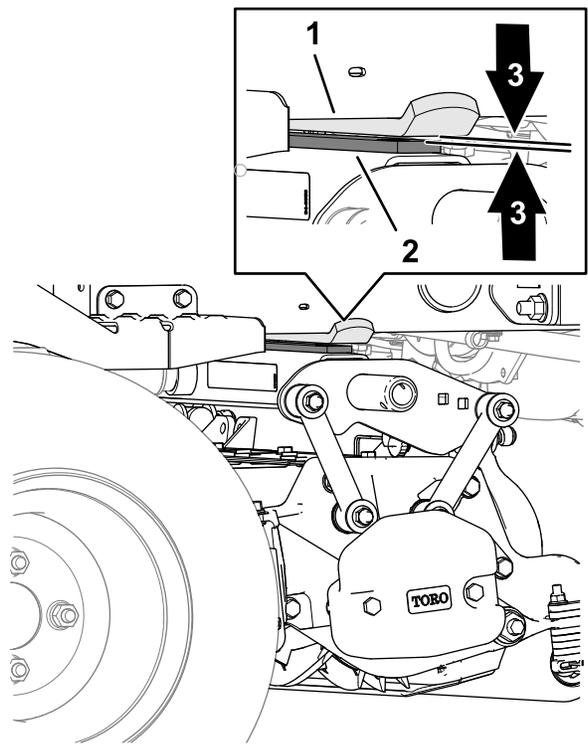

Рисунок 27
4. В задней части режущего блока измерьте зазор между износной накладкой на верхней части износной планки заднего режущего блока и упором буфера (Рисунок 27).